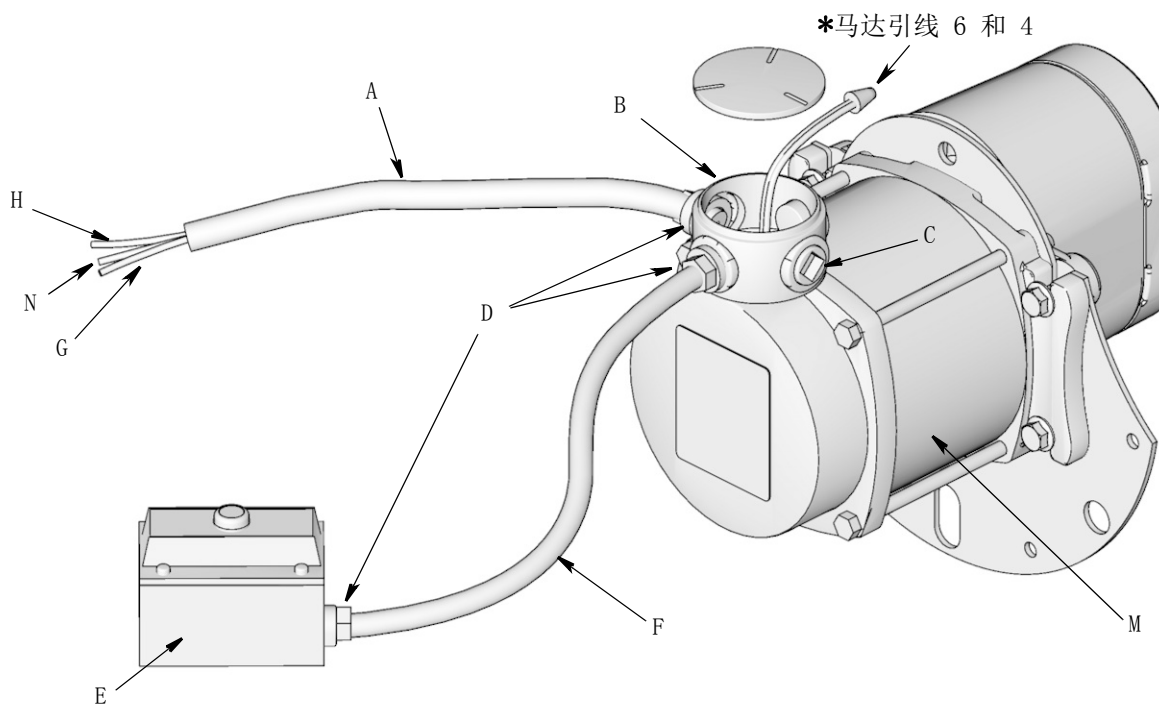
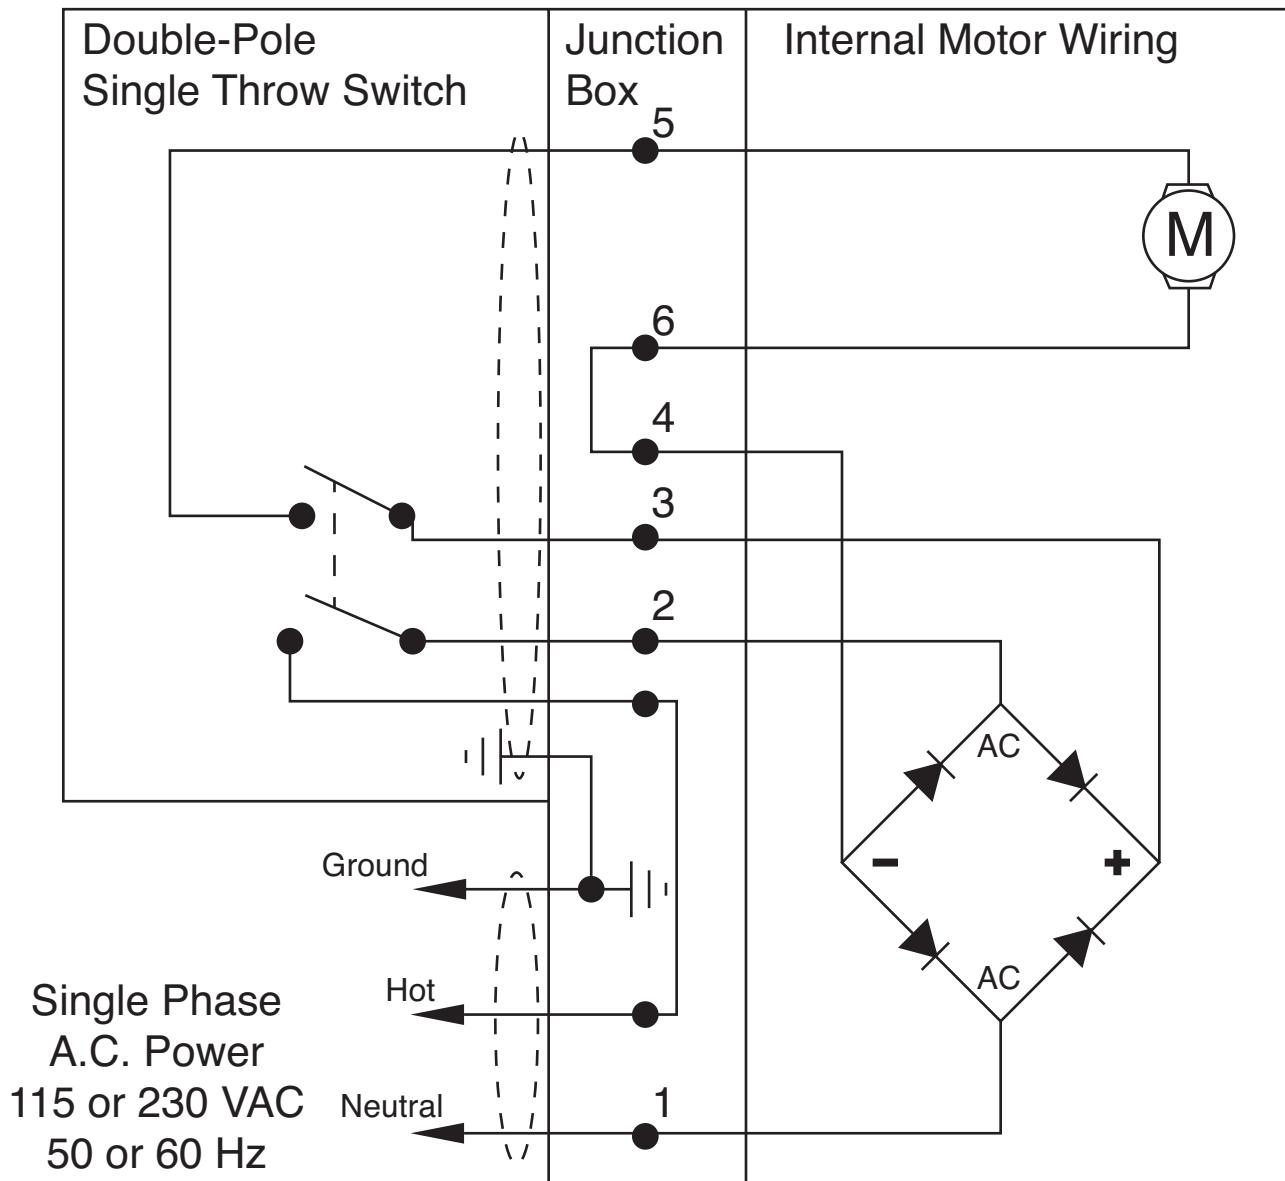

FIG. 10
FIG. 11
按 FIG. 10 中的接线图和 FIG. 11 中的配线线路图连接导线。
- 马达 - 交流型交换导线 5 和 6 (请参见第 22 页的 FIG. 11)。